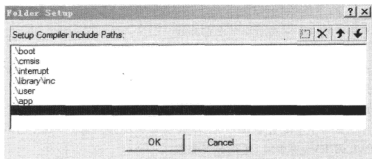

图 6.9.4 填写头文件包含路径
- 工程选项 Option for Target 中，在 C/C++ 界面的 Include Paths 中输入工程文件的各个路径，如图 6.9.4 所示。